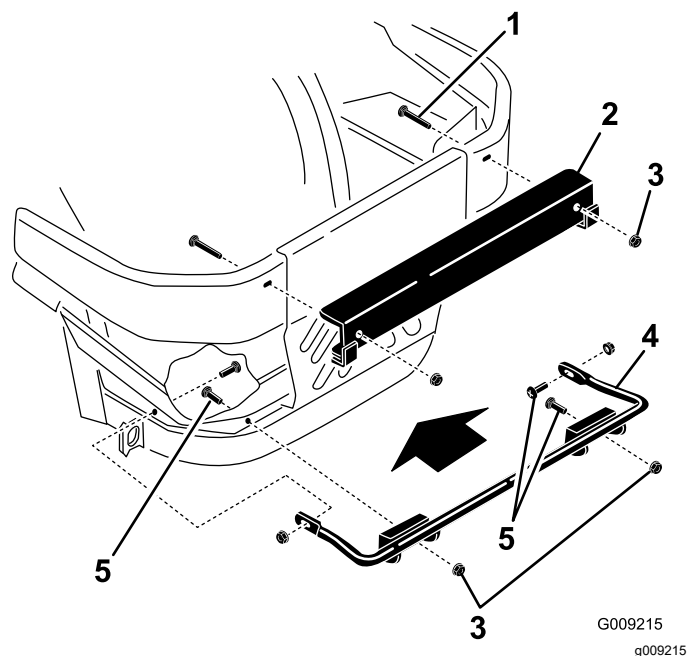

Figura 6
1. Instale o suporte de montagem inferior na estrutura da máquina com quatro parafusos de carroçaria ($\frac{3}{8}$ pol. x $1\frac{1}{4}$ pol.) e quatro porcas flangeadas ($\frac{3}{8}$ pol.) como se mostra na Figura 6.
2. Instale o suporte de montagem superior nos amortecedores laterais esquerdo e direito com dois parafusos de carroçaria ($\frac{1}{2}$ pol. x $2\frac{1}{2}$ pol.) e duas porcas flangeadas ($\frac{1}{2}$ pol.) como se mostra na Figura 6.